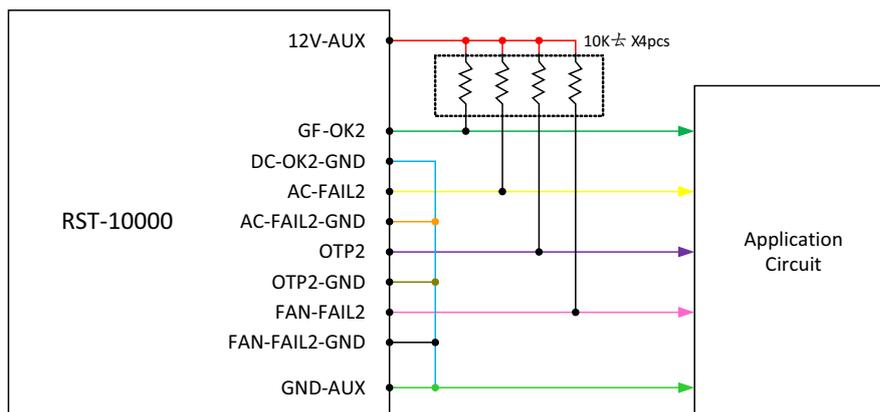

图6.2
(2) 集电极开路输出 {DC-OK2-GND, DC-OK2}; (AC-FAIL2-GND, AC-FAIL2); (OTP2, OTP2-GND); (FAN-FAIL2, FAN-FAIL2-GND)} 如下图6.2所示，此功能需要一个外部电压源。这些信号与输出隔离，最大吸收电流是10mA,最大外部电压是20V (电路内部有一个24V稳压二极管)